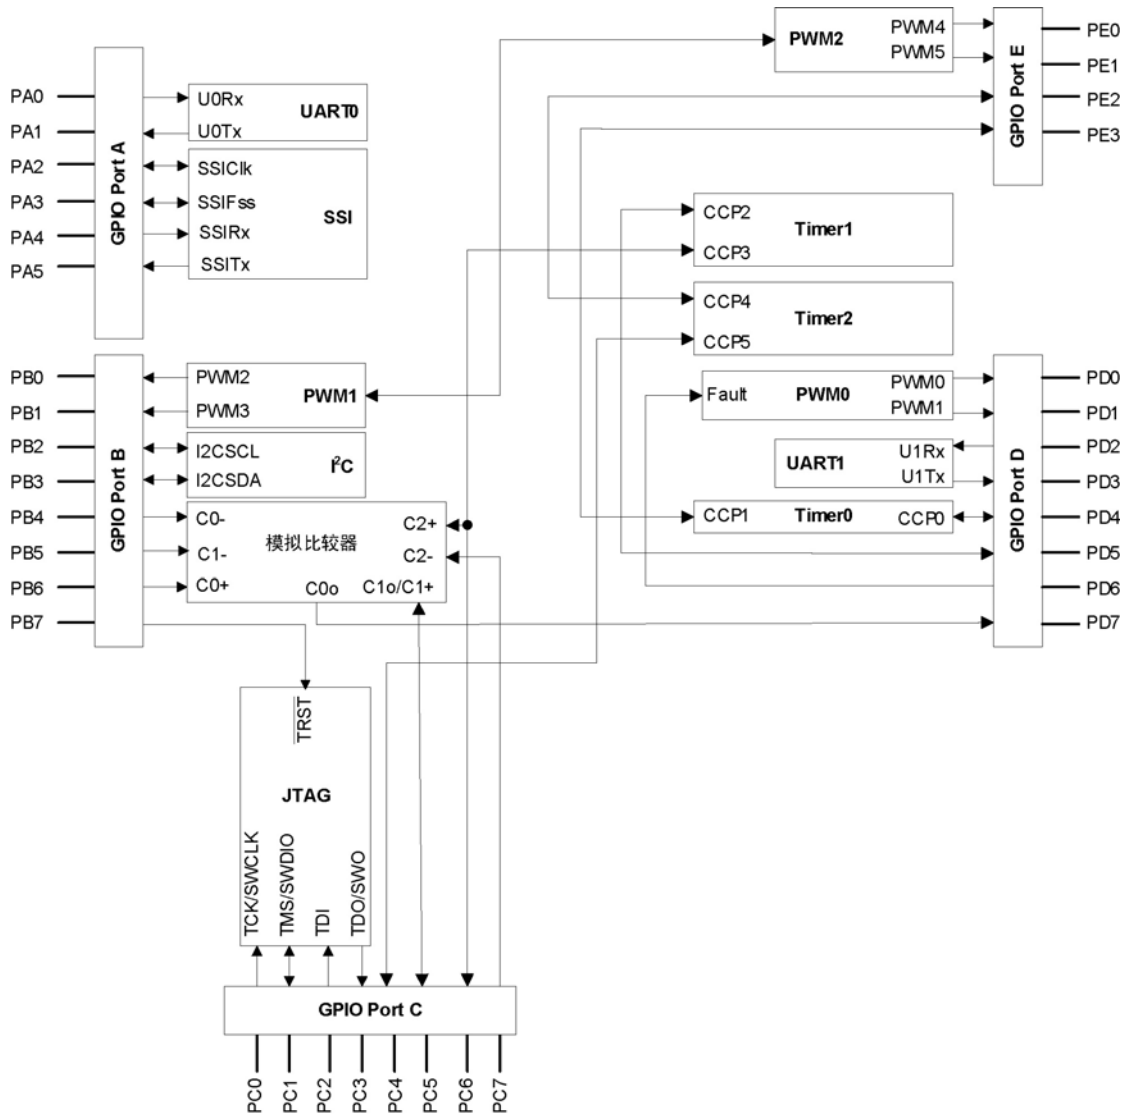

图 8.1 GPIO 模块结构图
- GPIO 端口 A (PA): 0x40004000
- GPIO 端口 B (PB): 0x40005000
- GPIO 端口 C (PC): 0x40006000
- GPIO 端口 D (PD): 0x40007000
- GPIO 端口 E (PE): 0x40024000
**要点:** 本章的 GPIO 寄存器在每个 GPIO 块中都是相同的, 但是根据块的不同, 8 个位可能并不是全部与 GPIO 端口相连, (见 图 8.1)。在那些情况下, 向未连接的位进行写操作是没有作用的, 且读取这些未连接的位时返回的也是无用的数据。